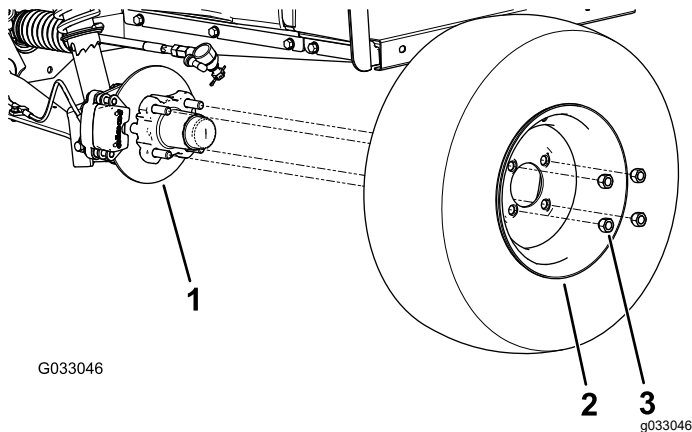

Figure 30
2. Retirez les 4 écrous de roue qui fixent la roue au moyeu (Figure 30).
4. Alignez les trous dans la roue et les goujons du moyeu puis montez la roue sur le moyeu en plaçant la valve à l'extérieur (Figure 30).
5. Fixez la roue au moyeu avec les écrous de roue (Figure 30).